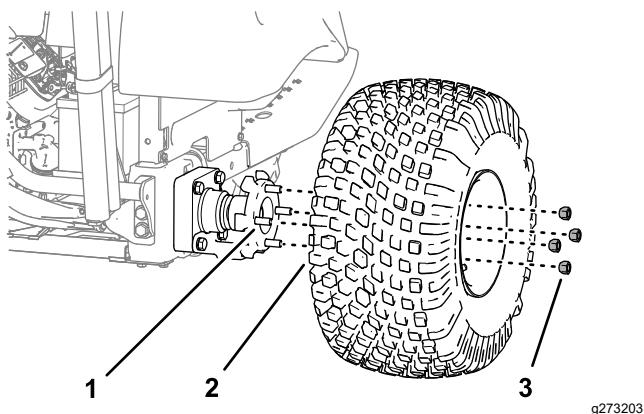

Рисунок 30
- Отверните 4 колесные гайки, которые крепят колесо к ступице, и снимите колесо с шиной (Рисунок 30).
- Установите колесо с шиной на шпильки ступицы колеса (Рисунок 30) с помощью 4 колесных гаек, снятых при выполнении пункта 2, и затяните гайки от руки.